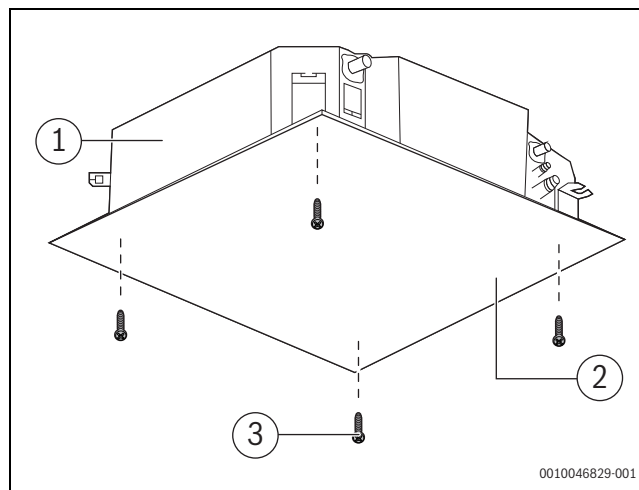

Рис. 16
2. После того как вы подняли и смонтировали блок, закрепите монтажную плату (дополнительная принадлежность 2) на корпусе блока с помощью винтов M6 x 20 (прилагаются к монтажной плате). Обязательно проверьте размер и положение отверстия в потолке, а также наличие доступа для технического обслуживания. См. рисунок 16.